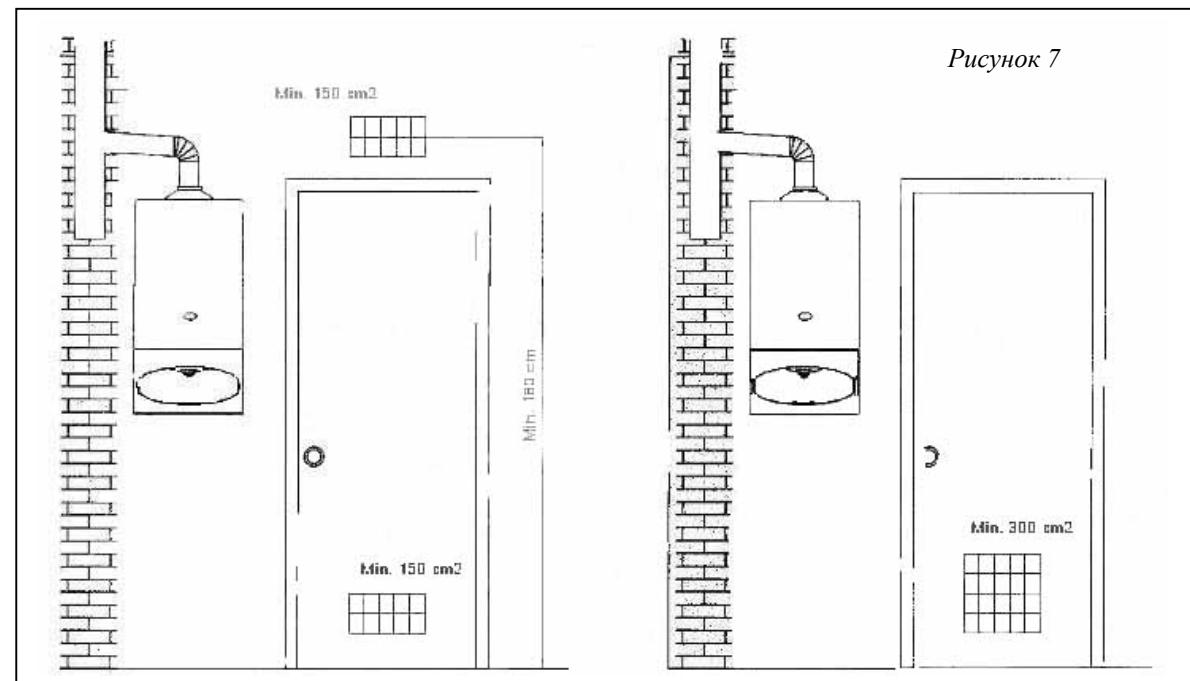

Рисунок 7
- Его объем не менее 12 м^3 и оно имеет два постоянно открытых наружу (улицу) вентиляционных отверстия, каждое площадью не менее 150 см^2 или одно отверстие площадью не менее 300 см^2 . (Рисунок 7)
- Вентиляционные отверстия могут быть в окне или в стене. Если имеются два отверстия, то одно должно быть максимально приближено к потолку и располагаться на высоте не менее 180 см от пола, второе – возможно близко к полу. (Рисунок 7)